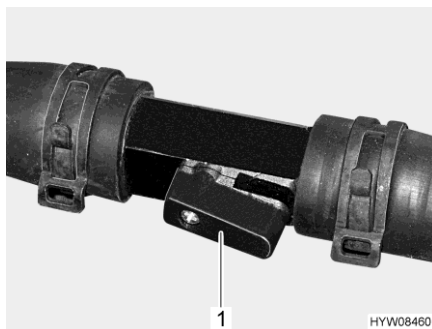

Bild 163 Avstängningsventil (öppen)
- Ställ spaken (Bild 163,1) parallellt med rörledningen (Bild 163). Ju mer man öppnar avstängningsventilen desto högre blir värmeeffekten.
- Ställ spaken (Bild 163,1) vinkelrät med rörledningen. För värmekretsloppet används en kringgående ledning.